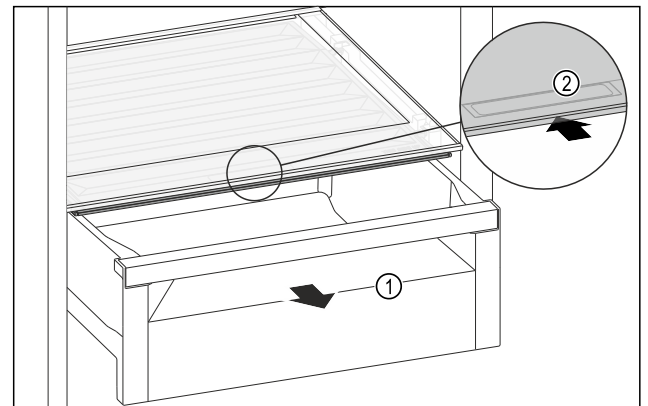

Fig. 140
- ▶ Извлеките выдвижной ящик Fig. 140 (1).
- ▶ Возьмитесь за уплотненную ручку Fig. 140 (2) на крышке отделения и одновременно введите крышку отделения назад.